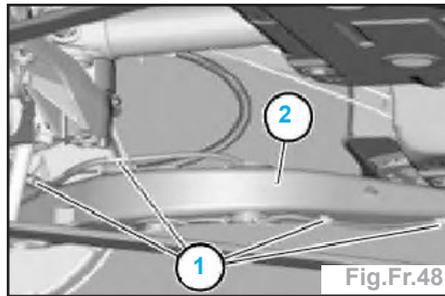

Fig.Fr.48
**Cheminement de câble à partir de 03/02** (fig.Fr.48) :
- ouvrir l'attache de câbles (1),
- dégager le câble des retenues et du bras longitudinal (2).